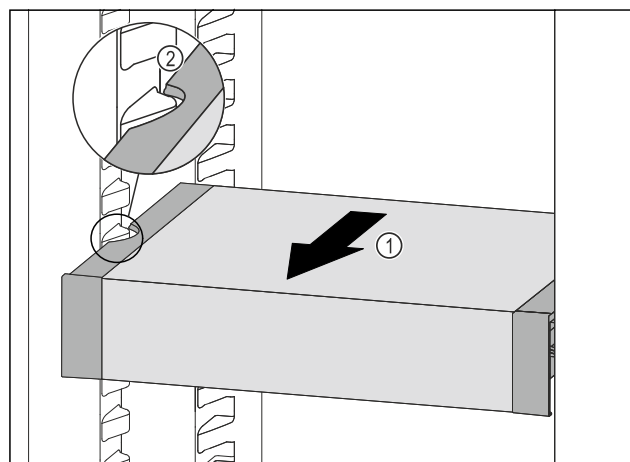

Fig. 123
- ▶ Táhněte VarioSafe dopředu Fig. 123 (1), dokud nebudou boční vybrání VarioSafe na úrovni žebrování na nádoby v chladničce. Fig. 123 (2)